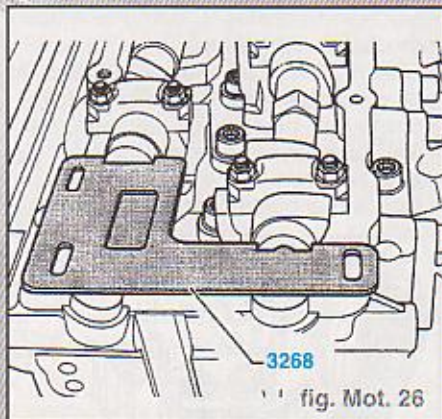

fig. Mot. 26
- La règle pour arbres à cames 3268 doit pouvoir être engagée dans la rainure de l'arbre à cames long et arriver à ras de l'épaulement de l'arbre à cames court (fig. Mot. 26).